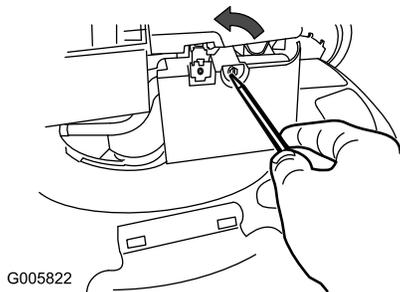

Bild 17
1. Öffnen Sie die Luftfilterabdeckung mit einem Schraubenzieher (Bild 17).